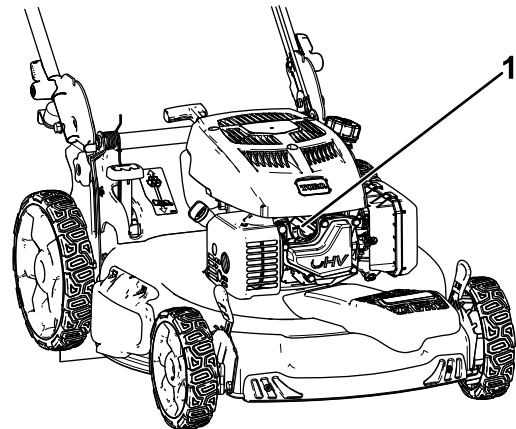

Bild 23
2. Ziehen Sie den Kerzenstecker von der Zündkerze ab (**Bild 23**).